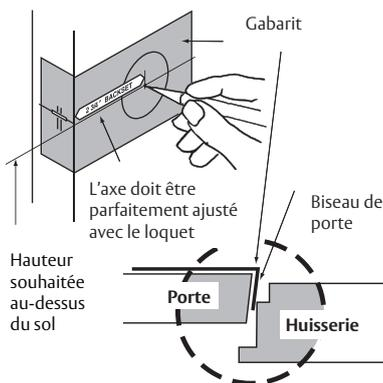

Figure 1
1. Utilisez le gabarit FM567 pour marquer la porte (voir la figure 1).